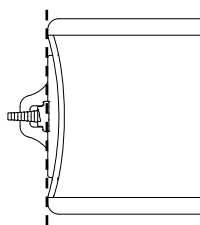

図 1
3. 栄養剤容器を加圧バッグの挿入部よりセットスペースの中央部に位置するように挿入します。この際、加圧バッグの端部と栄養剤容器の端部が合う位置（図 1 点線箇所）まで挿入します。